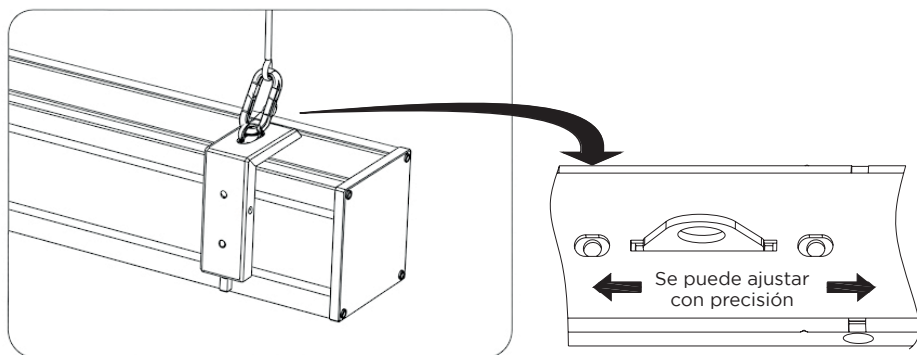

Figura 18
4. Una vez completados los pasos 2 y 3, comprobar si el soporte de pared está bien sujeto a la carcasa de la pantalla antes de colgarla. Colgar la pantalla de los mosquetones como se muestra en la figura 18.